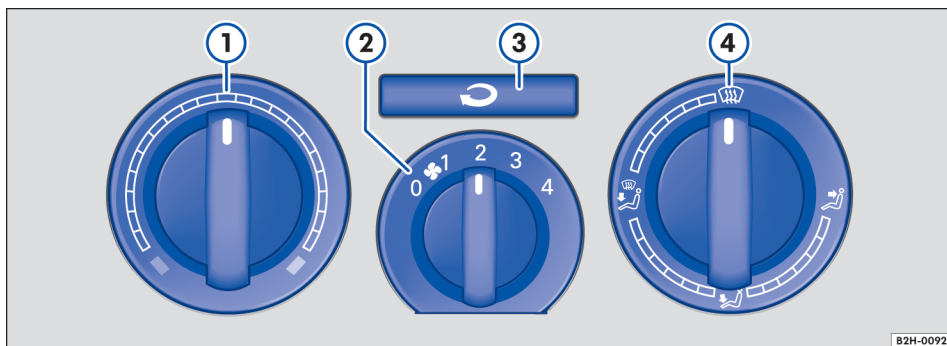

Fig. 86 No painel de instrumentos: elementos de comando do sistema de ventilação e aquecimento.
Girar o regulador central para o nível 0 → Fig. 86 ②.